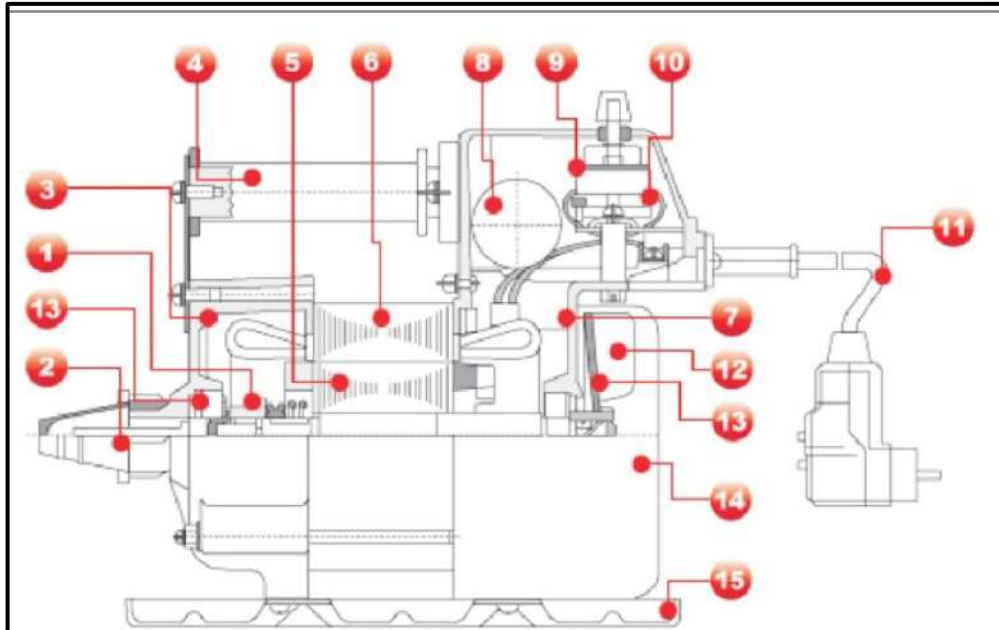

Рисунок 1. Электропривод.
Устройство электропривода приведено на рис. 1.
5.1. Для эффективной работы вибратора (см. рис.1) необходимо использовать вибронаконечник (не комплектуется - дополнительная опция), гибкий вал (не комплектуется - дополнительная опция) и электропривод .